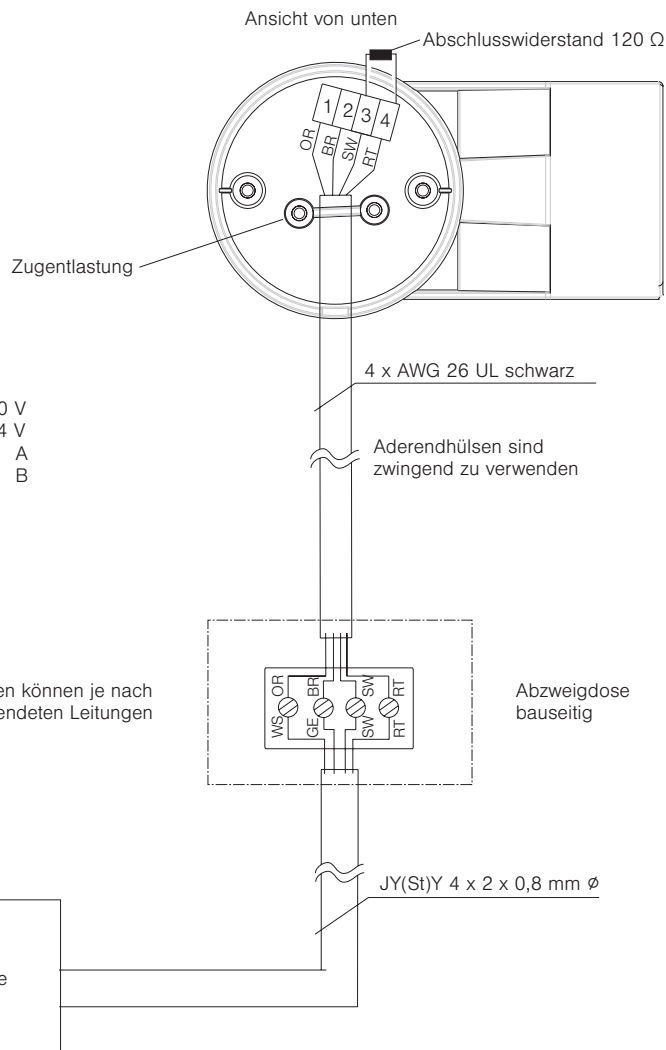

Abb. 4 Anschlussplan Omnexo Wetterstation move
- Schließen Sie die Wetterstation gemäß Anschlussplan Abb. 4 auf Seite 4 an die Omnexo Zentrale an.
i Wenn die Omnexo Wetterstation move der letzte Busteilnehmer der Buslinie ist, muss der Abschlusswiderstand manuell gesetzt werden (s. Abb. 4 auf Seite 4).